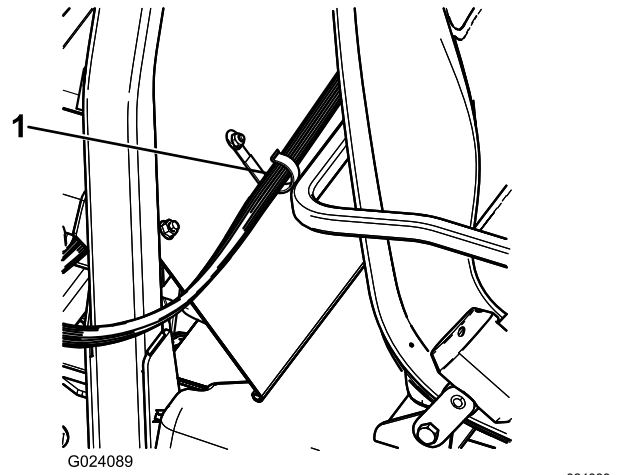

图 22
2. 使用螺栓 $\frac{1}{4} \times \frac{1}{2}$ 英寸和凸缘螺母 $\frac{1}{4}$ 英寸在乘客座椅图 22 后面安装一个 J 形夹。
3. 使用 J 形夹将控制台线束固定到控制台和 ROPS 盖上图 22。